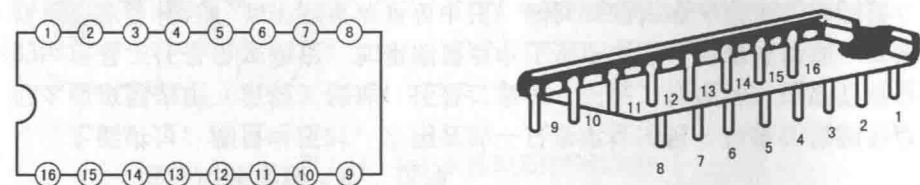

图 1-10 集成电路引脚排列
(1) 安装时一定要看准集成电路引脚位置,防止反向安装,否则可能在通电的瞬间使集成电路被损坏。集成电路引脚的排列是有规律的(如图 1-10 所示),以缺口为准。若引脚向上,按顺时针方向数;若引脚向下,则按逆时针方向数。